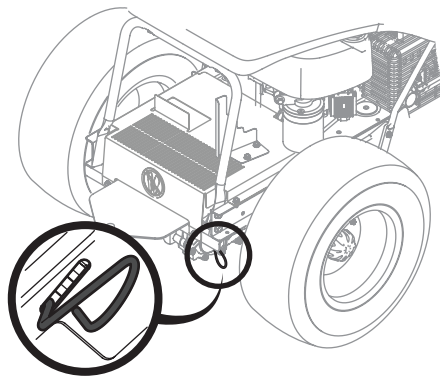

Figura 1
1. Acople las varillas de derivación de la transmisión para mover el tractor manualmente sin ponerlo en marcha. La varilla de derivación de la transmisión está ubicada en el interior del neumático derecho, cerca de la parte posterior del tractor. Acople la varilla de derivación tirando hacia afuera y hacia abajo (Figura 1).
2. Después de mover el tractor, desacople la varilla de derivación levantándola y dejando que se vuelva a mover hacia adentro (Figura 1).